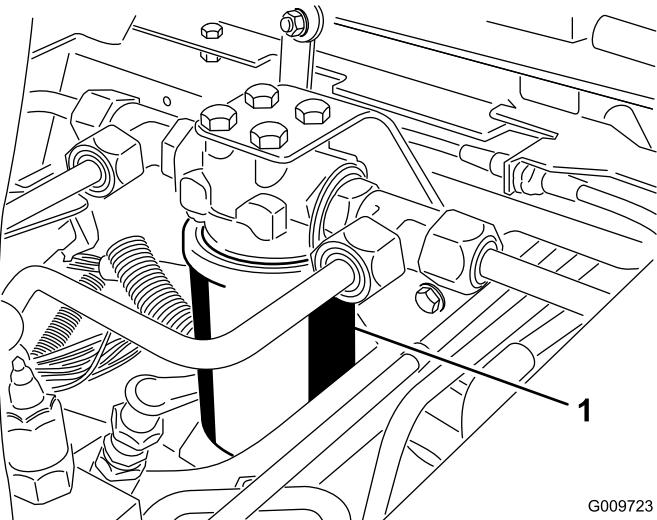
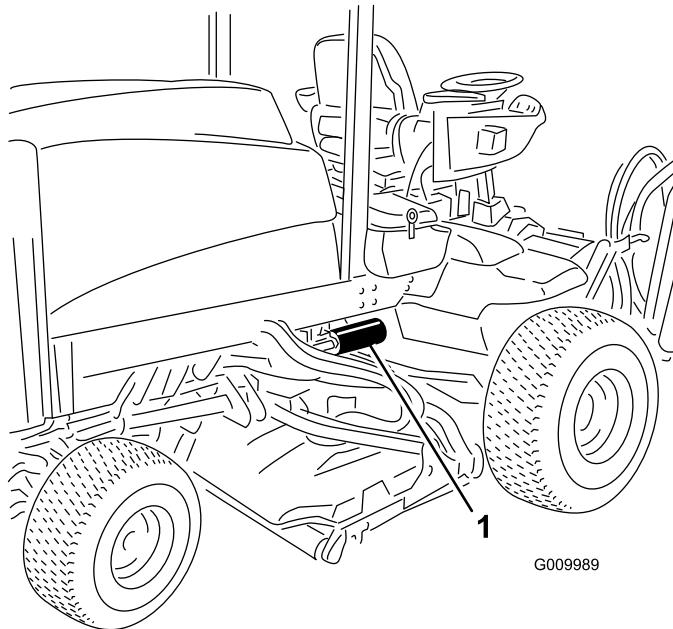

Figura 54
Figura 55
- Pulite la superficie circostante il filtro. Collocate una bacinella di spурgo sotto il filtro (Figura 54 e Figura 55).